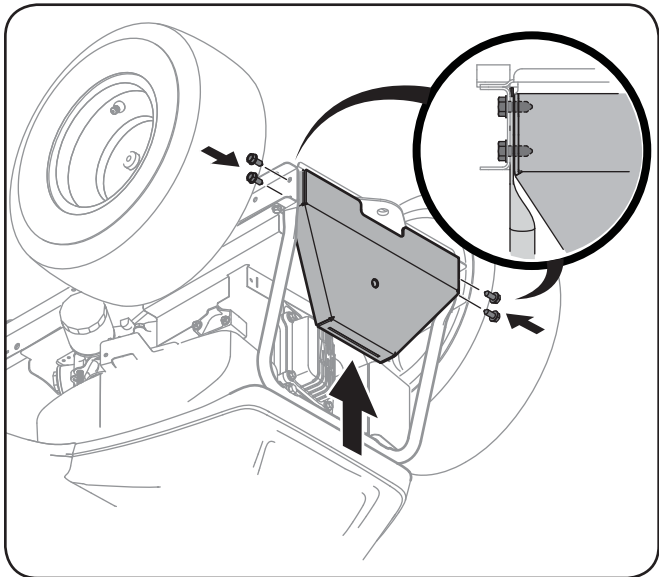

Figure 4-2
2. Installez le support de montage du bac récupérateur sur le tracteur à l'aide des quatre boulons 710-3296 de l'ensemble de quincaillerie 683-05063. Insérez chaque boulon à travers le châssis du tracteur, le support arrière du couvercle et dans l'écrin soudé sur le support de montage du bac récupérateur. Voir Figure 4-2.